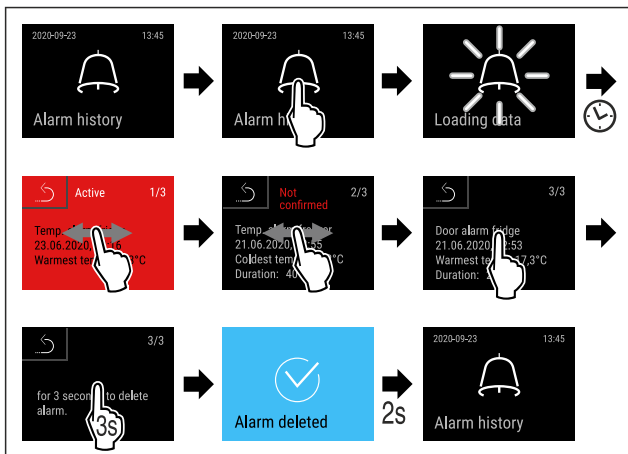

Fig. 165
- ▶ Hajtsa végre a művelet lépéseit (lásd Fig. 165).